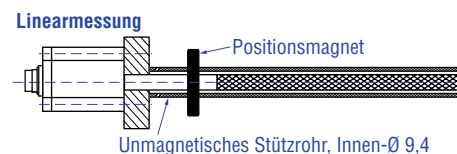

Abb. 28: Sensor mit Stützrohr/Schutzrohr
1. Führen Sie den flexiblen Messstab immer in einem Stützrohr/ Schutzrohr (z.B. druckfestes Rohr HD/HL/HP oder HFP-Profil). Das Stützrohr muss aus unmagnetischem Material bestehen und einen Innendurchmesser von mindestens 9,4 mm haben (Abb. 28). Es kann gerade oder gebogen sein.